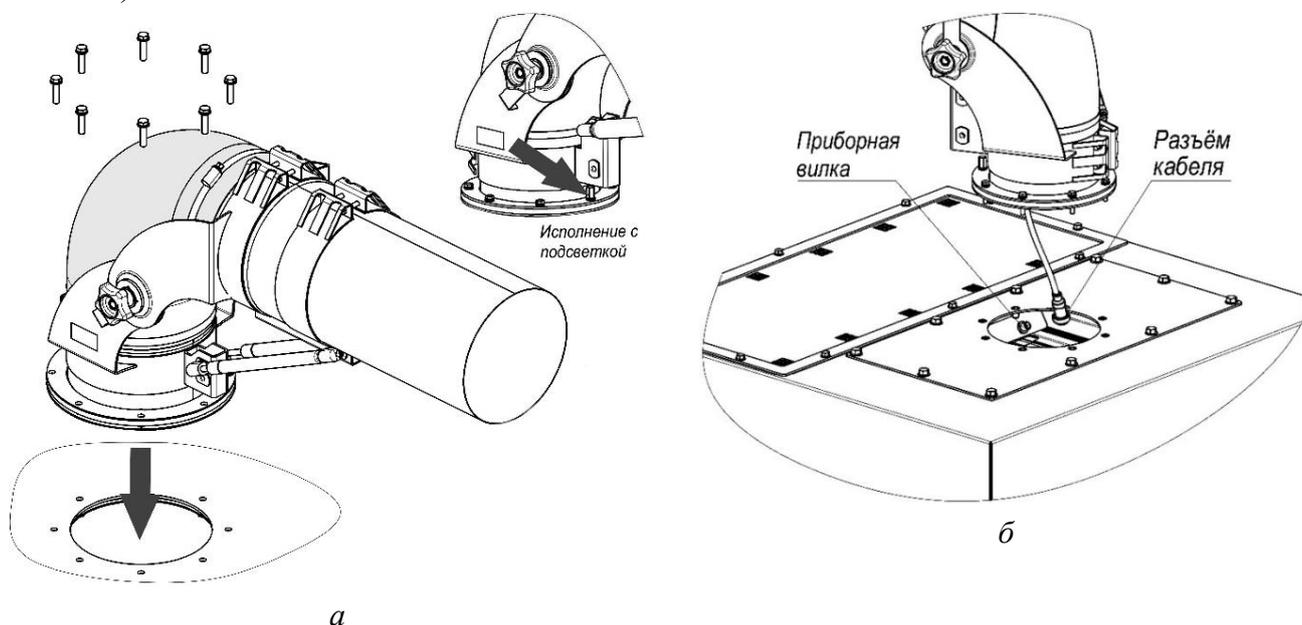

Рисунок 8
5.4.2 Выкрутить болты М6, установленные на фланце опоры поворотной. Установить внутреннюю трубу устройства на оборудование, совместив опру поворотную с отверстием диаметром 196 мм. Закрепить фланец опоры поворотной при помощи болтов М6, обращая внимание на расположение болта с увеличенной головкой для устройств с подсветкой (рисунок 8а). Для крепления устройств с подсветкой на передвижных фильтрах производства АО «СовПлим» предварительно подсоединить разъём кабеля электропитания (рисунок 8б). Для подсоединения устройства к оборудованию, без предусмотренного ответного разъёма, применяется кабель подключения подсветки (не входит в комплект поставки, заказывается отдельно).